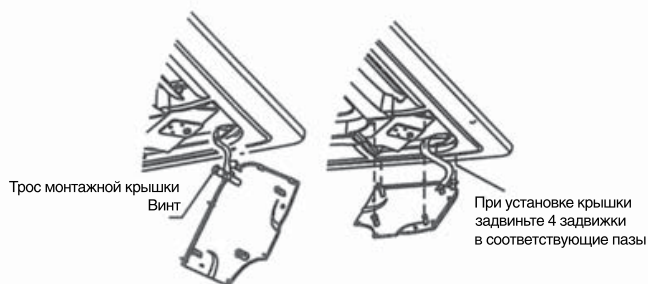

рис. 13
- Закрепите трос крышки на винте крышки (рис. 13 слева).
Слегка прижмите крышку к панели (рис. 13 справа).